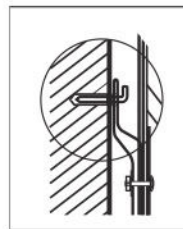

Рис. 5
2. После того, как вы выбрали правильное место установки водонагревателя, определите точки для отверстий под анкерные болты с крюками (определяются в соответствии со спецификацией прибора, который вы выбрали). Просверлите в стене два отверстия соответствующей глубины с использованием сверла, подходящего по размеру под анкерные болты, прилагаемые к водонагревателю. После чего вставьте болты в просверленные отверстия и, поворачивая крюки болтов по часовой стрелке, плотно затяните гайки болтов, затем повесьте водонагреватель на крюки анкерных болтов (рис. 5).